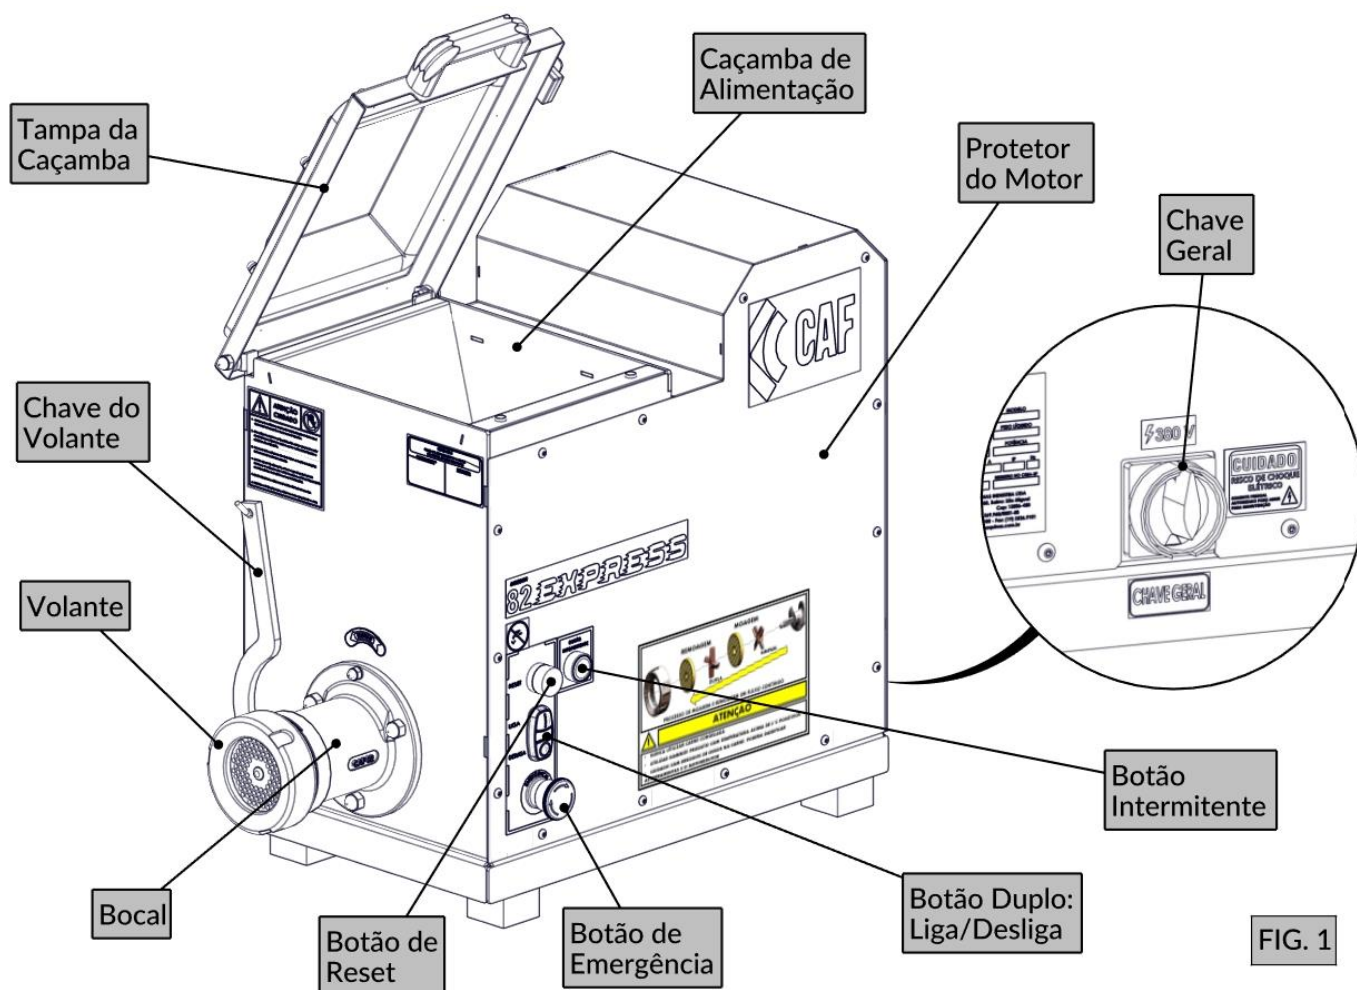

FIG. 1
2. Ligue a chave geral (FIG. 1);
3. Feche a tampa da caçamba (FIG. 1);
4. Verifique se o botão de emergência está destravado (FIG. 1);
5. Acione o botão de reset (FIG. 1);
6. Aperte o botão liga/desliga (FIG. 1);
2. Abra a tampa da caçamba (FIG. 1), automaticamente o botão de reset acenderá, indicando que a tampa foi aberta e que os sensores magnéticos de segurança foram afastados;
3. Coloque a carne a ser processada na caçamba (FIG. 1) em pedaços cortados com tamanho máximo de 55x55x100 mm, atentando-se a não ligar a máquina vazia e de não ultrapassar o limite máximo de 10 kg da máquina;